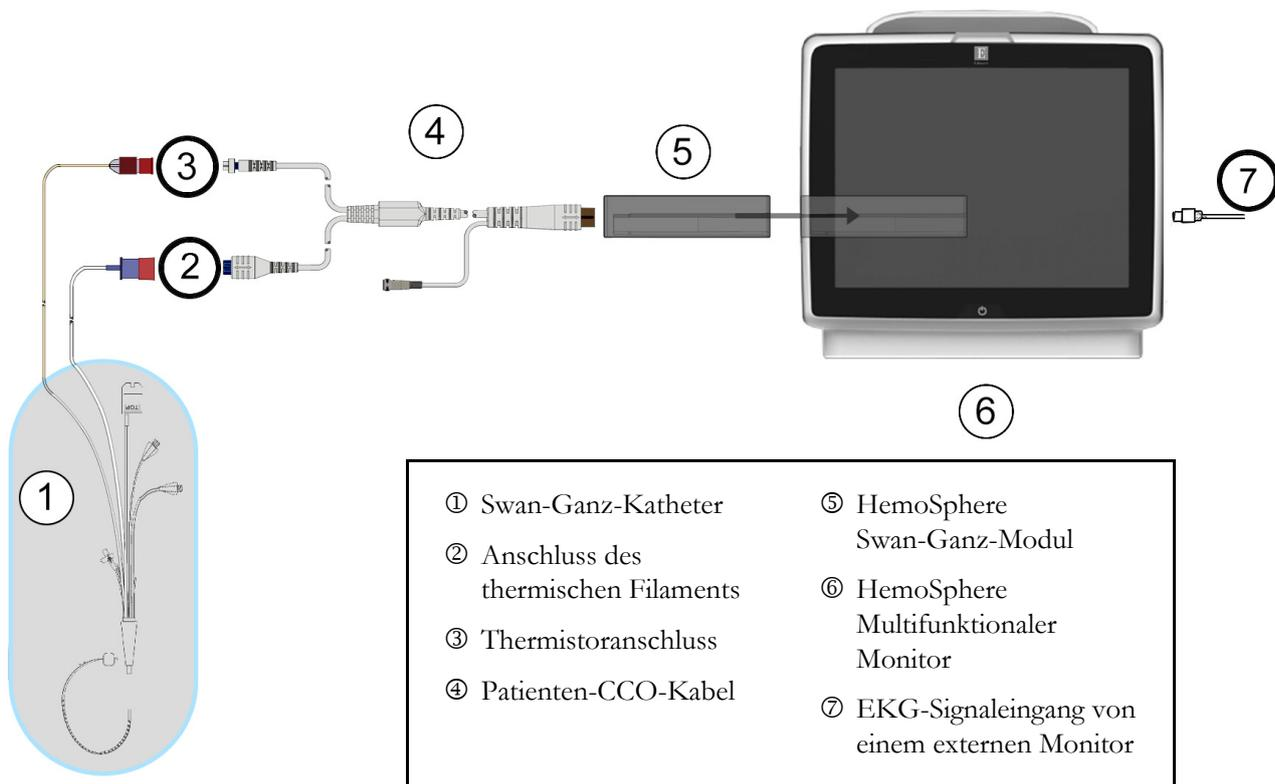

Abbildung 9-8 Übersicht der Anschlüsse für die EDV/RVEF-Überwachung
- 2 Schließen Sie das Katheterende des Patienten-CCO-Kabels an den Thermistoranschluss und die Anschlüsse des thermischen Filaments des Swan-Ganz CCOMbo V-Katheters an. Diese Anschlüsse sind in mit ② und ③ gekennzeichnete Abbildung 9-8.